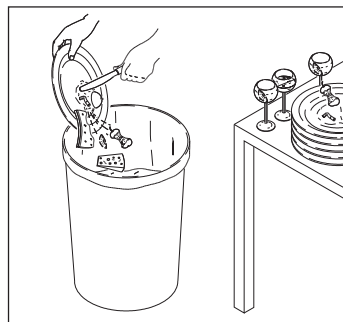

Рис. 13
- перед укладкой посуды в корзину удалите из неё остатки пищи (рис. 13)
(рис.13а) необходимо заполнить солью контейнер, который расположен внутри бака (рис.13а). Рекомендуется использовать специальную регенерационную соль для посудомоечных машин крупнозернистой структуры (1-4 мм), следя за тем, чтобы она не попадала на дно бака. Это предотвратит окисление стали и обеспечит исправную работу посудомоечной машины. После заполнения контейнера следует надежно закрутить крышку.
Рис. 13а